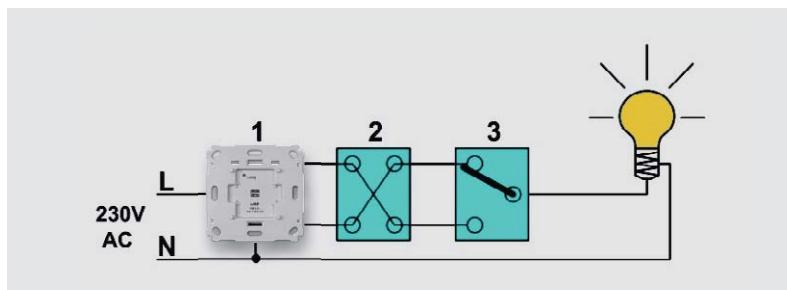

Bild 10: Kreuzschaltung mit Homematic Funk-Schaltaktor für Markenschalter
Lösung 1: Der netzversorgte Wechselschalter (1) wird durch den Funk-Schaltaktor für Markenschalter, Unterputz (2) ersetzt. Phase „L“ und Neutralleiter „N“ müssen permanent vorhanden sein. Eine Betätigung ist sowohl über den Funk-Schaltaktor für Markenschalter, Unterputz (1 in Bild 10) als auch über die vorhandenen Kreuz- und Wechselschalter (2 und 3 in Bild 10) möglich. Die Zustandsvisualisierung des Funk-Schaltaktors in der Homematic WebUI bzw. in der App kann durch die Bedienung am Kreuz- bzw. Wechselschalter verfälscht werden. Diese Art der Installation ist nur dann sinnvoll, wenn die zu schaltende Leuchte bzw. der Verbraucher zu sehen ist.